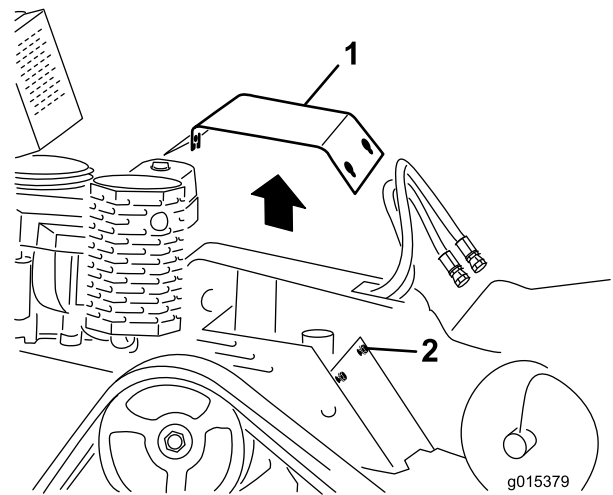

Figura 21
4. Afloje secuencialmente los 3 pernos que sujetan la cubierta al bastidor hasta que la cubierta quede suelta (Figura 21).
6. Para instalar la cubierta antes de usar la máquina, coloque la cubierta en su sitio y sujétela con los 3 pernos que aflojó anteriormente (Figura 21).